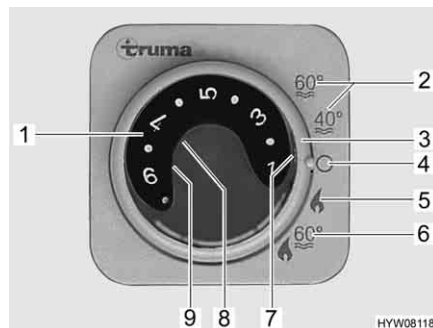

Fig. 132 Centralina di controllo per riscaldamento/boiler
- Impostare la modalità di funzionamento tramite l'interruttore girevole (Fig. 132,3).
A seconda della temperatura ambiente desiderata, il riscaldamento seleziona automaticamente il livello del bruciatore necessario. Al raggiungimento della temperatura ambiente desiderata, il bruciatore si spegne. Durante la modalità di funzionamento "Riscaldamento e boiler" (Fig. 132,6) è riscaldata anche l'acqua nel boiler. Nella modalità di funzionamento "Riscaldamento senza boiler" (Fig. 132,5) è possibile far funzionare il riscaldamento con il boiler vuoto.
- Impostare la manopola della temperatura (Fig. 132,1) sulla centralina di controllo scegliendo la potenza desiderata.
- Posizionare l'interruttore girevole (Fig. 132,3) su funzionamento invernale "Riscaldamento senza boiler" (Fig. 132,5) o "Riscaldamento e boiler" (Fig. 132,6).
Si accende la spia verde di controllo (Fig. 132,7).
- Posizionare l'interruttore girevole (Fig. 132,3) su "O" (Fig. 132,4).
La combinazione funzionamento a gas e funzionamento elettrico a 230 V diminuisce il tempo di riscaldamento (è possibile solo se il riscaldamento viene impostato sulla centralina di controllo (Fig. 132) su funzionamento invernale).